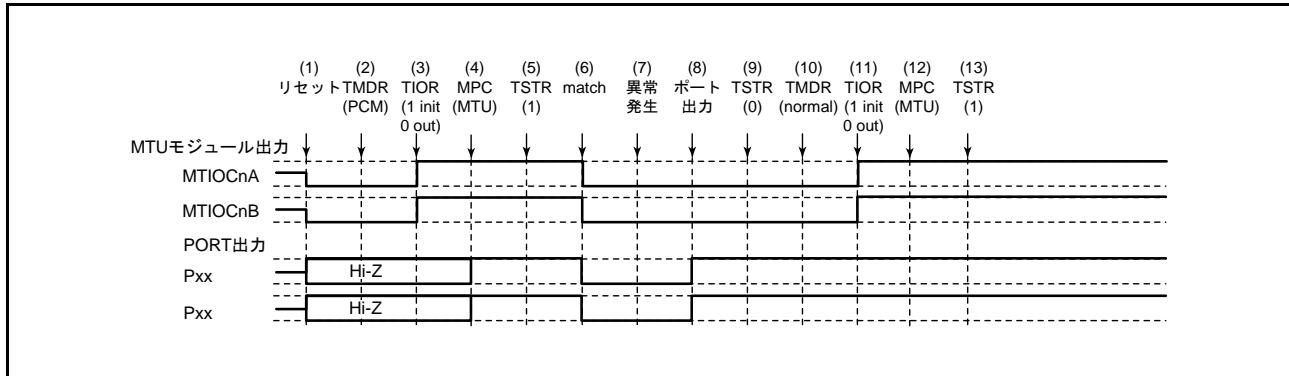

図 23.132 位相計数モードで異常が発生し、ノーマルモードで復帰する場合
位相計数モードで異常が発生し、再設定後ノーマルモードで再スタートする場合の説明図を図 23.132 に示します。
(1) ~ (9) は図 23.132 と共通です。
(10) PWM モード1を設定します。
(11) TIOR レジスタで端子を初期化してください。なお、PWM モード1では MTIOCnB (MTIOCnD) 端子に波形が出力されません。出力すべきレベルがある場合は、I/O ポートのポート方向レジスタ (PDR)、ポート出力データレジスタ (PODR) で汎用出力ポートの設定をしてください。
(12) MPC と I/O ポートのポートモードレジスタ (PMR) で MTU 出力としてください。
(13) TSTR レジスタで再スタートします。
(19) 位相計数モードで動作中に異常が発生し、PWM モード2で再スタートする場合の動作
(1)～(9)は図 23.132 と共通です。
(10) PWM モード2を設定します。
(20) 位相計数モードで動作中に異常が発生し、位相計数モードで再スタートする場合の動作
(10) 位相計数モードで再スタートする場合には必要ありません。
(11) TIOR レジスタで端子を初期化してください。
(21) 相補 PWM モードで動作中に異常が発生し、ノーマルモードで再スタートする場合の動作